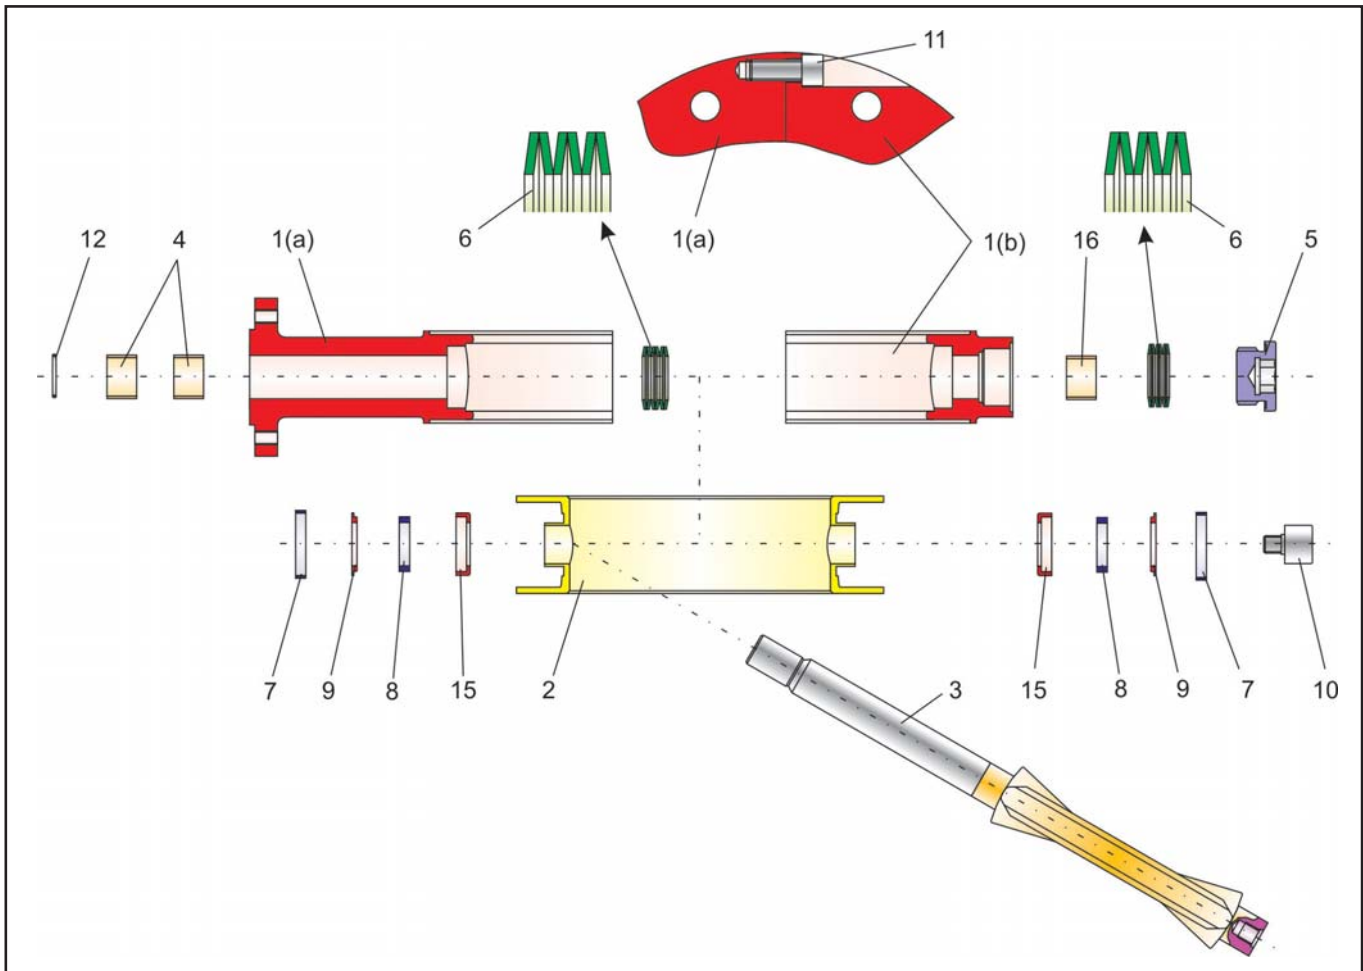

Fig. 3 – Vue éclatée de la vanne papillon type Br 10e
Remarque: La position et la disposition des pièces telles qu'elles sont représentées sur la vue éclatée (fig. 3) sont à respecter lors du montage.
Mettre le kit de rondelles assiettes, se composant de 6 rondelles assiettes, dans la moitié du corps de vanne (1b) selon la disposition des assiettes ressorts indiquée sur la vue éclatée (fig. 3).
Mettre le kit de rondelles assiettes (6), se composant de 6 rondelles assiettes, dans la moitié du corps de vanne (1a) selon la disposition des assiettes ressorts indiquée sur la vue éclatée (fig. 3).